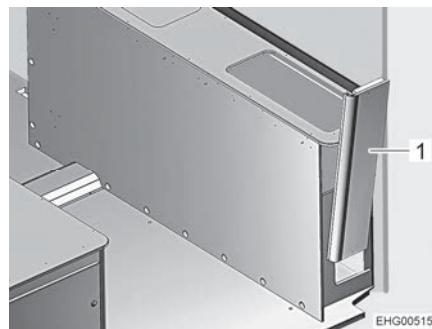

Bild 160 Sänglåda höger, sidoplåt
- Ta bort sidoplåten (Bild 160,1) uppåt medan du försiktigt skakar den.